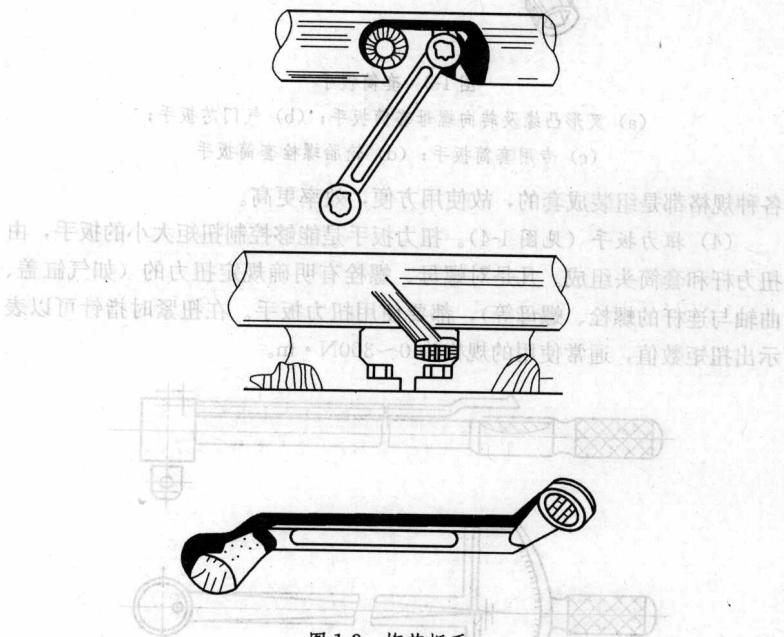

图 1-2 梅花扳手
(2) 梅花扳手(见图1-2)。梅花扳手同开口扳手的用途相似，但两端是花环式的。其孔壁一般是12边形，可将螺栓和螺母头部套住，扭力矩大，工作可靠，不易滑脱，携带方便。适用于旋转空间狭小的场合。